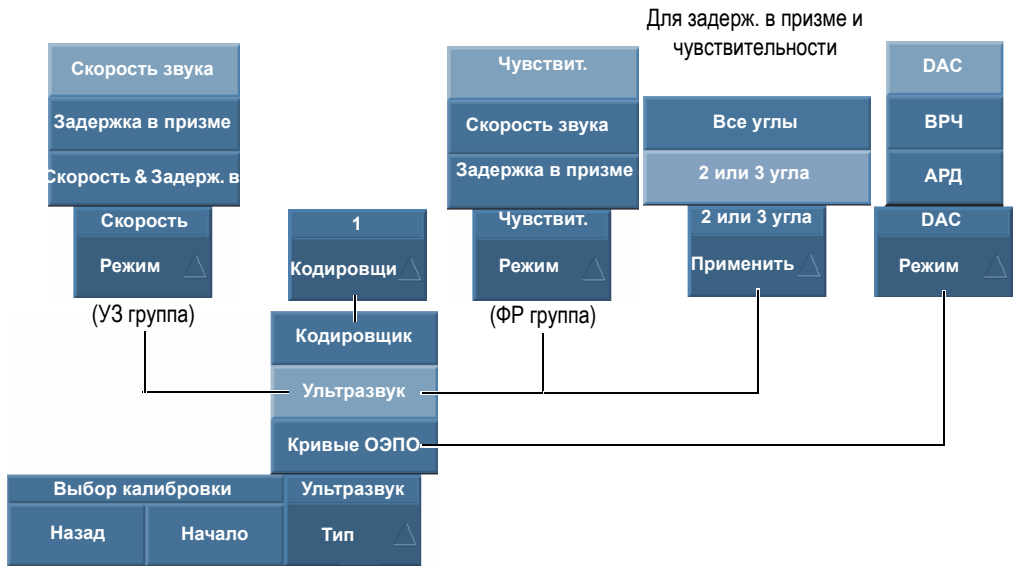
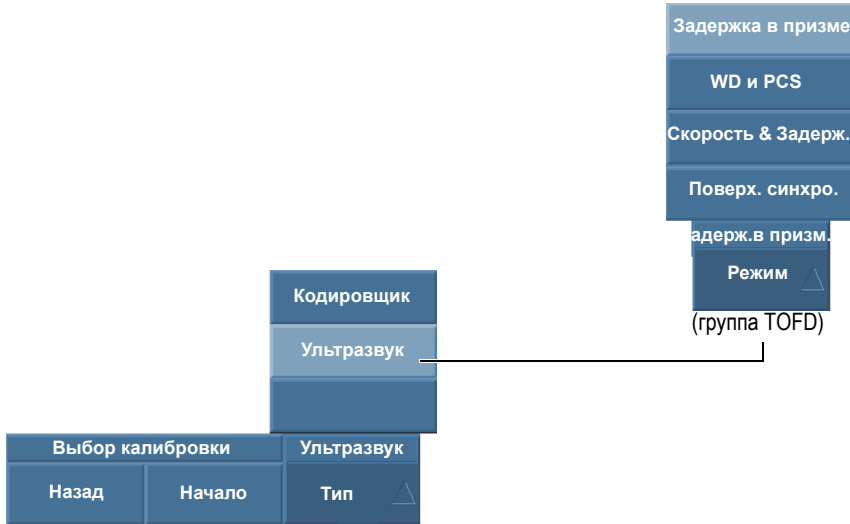

Рис. 5-1 Выбор параметров калибровки
Рис. 5-2 Выбор параметров калибровки— группа TOFD
2. В списке **Тип** выберите нужный тип калибровки (см. Рис. 5-1 на стр. 128 и Рис. 5-2 на стр. 128).
3. В зависимости от выбранного в предыдущем шаге параметра (см. Рис. 5-1 на стр. 128), выберите нужный элемент для калибровки в списке **Кодировщик** или **Режим**.